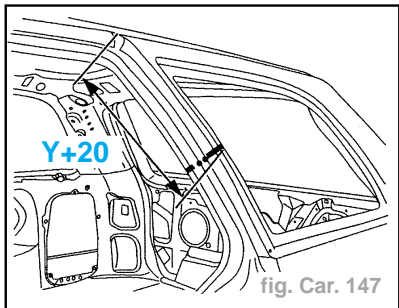

fig. Car. 147
- Tracer puis découper à l'aide d'une meule épaisseur **1 mm** (coupe provisoire) (fig. Car. 147).